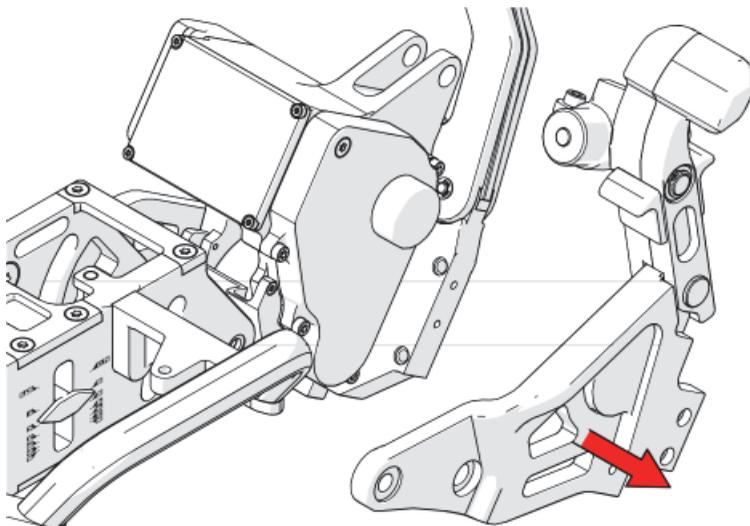

图2-30 拆下电机托架臂
10. 拆下电机托架臂和连接的电机啮合手柄（参见第104页的图2-30）。